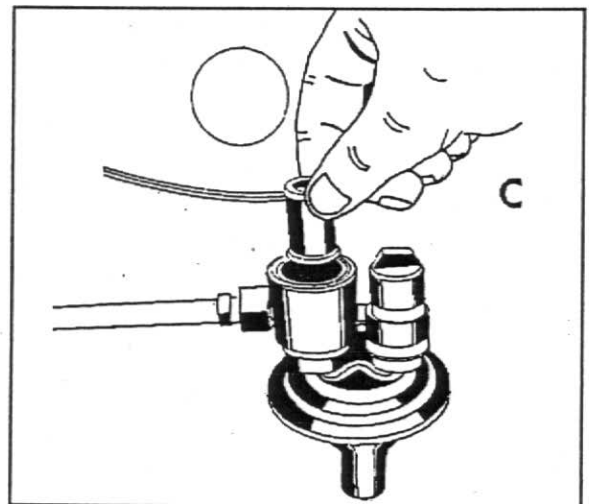

Fig. 6
5. Monte o filtro-tela com o flange voltado para baixo, fig.6.